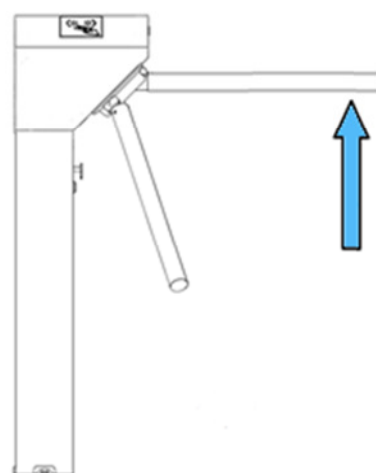

Рисунок 6
3. Поднимите штанги вручную (Рисунок 6).